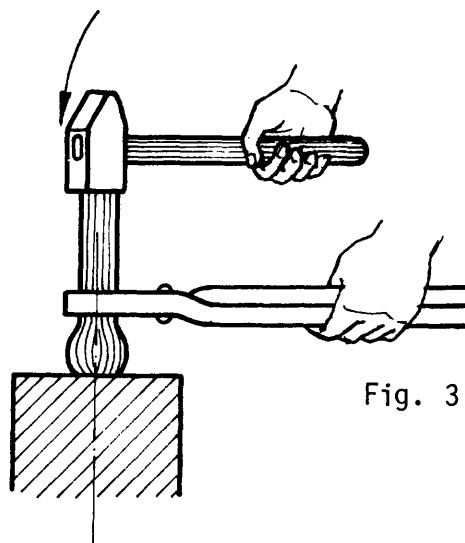

Fig. 3
- 1) Si el recalado se efectúa en un extremo, apoye éste sobre el yunque (fig. 3).